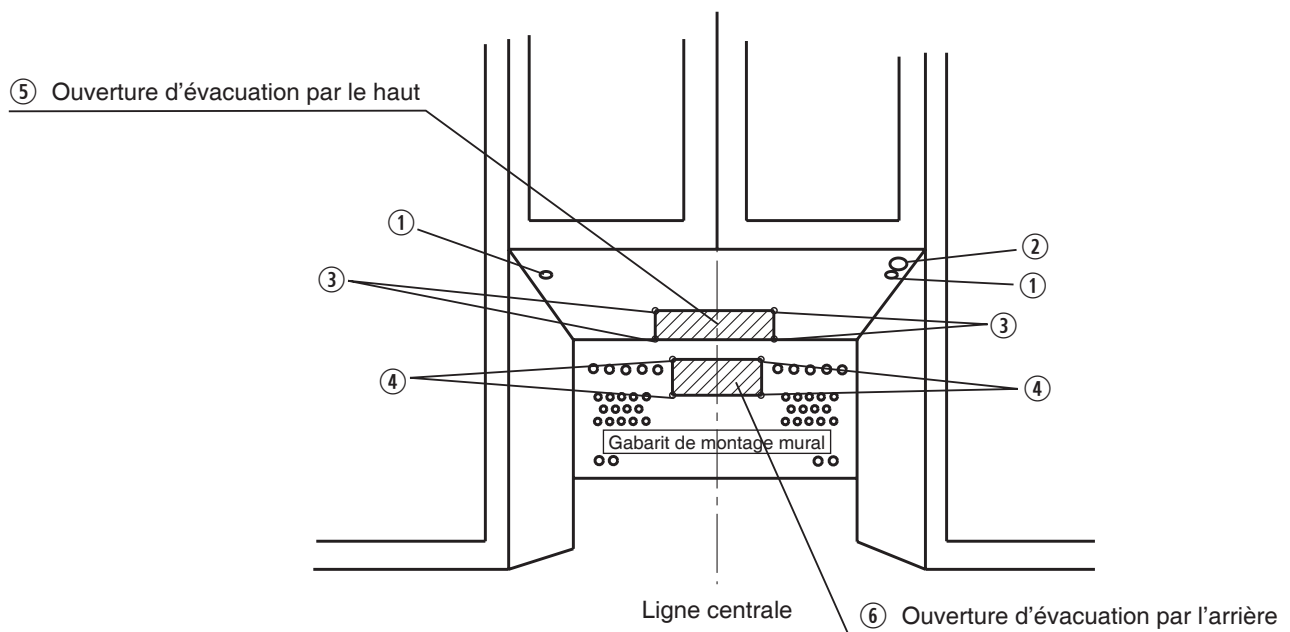

Fig. 2-1
- 2-1. Tracer une ligne centrale sur le mur et sur l'armoire. (Fig. 2-1)
- 3-1 Percer 3 trous de positionnement au centre des points n° ① et n° ② (à la Fig. 2-1).
Dans une installation avec évacuation par le haut, il faut percer 4 autres trous de positionnement (n° ③ à la Fig. 2-1).
Dans une installation avec évacuation par l'arrière, il faut percer 4 autres trous de positionnement (n° ④ à la Fig. 2-1).
- 3-3 Percer deux trous de 38 mm (1/2 po) dans les trous de positionnement n° ①. Percer un trou de 3,2 cm (1 3/16 po) dans les trous de positionnement n° ② pour le cordon d'alimentation.
- 3-4 Dans une installation avec évacuation par le haut, il faut couper l'ouverture d'évacuation par le haut (n° ⑤ à la Fig. 2-1).
Dans une installation avec évacuation par l'arrière, il faut couper l'ouverture d'évacuation par l'arrière (n° ⑥ à la Fig. 2-1).
**Nota:** Avec une évacuation par l'arrière, il faut préparer une ouverture d'évacuation sur le mur arrière pour la conduite arrière et l'adaptateur d'évacuation doit être installé sur le support (pièce de fixation n° ⑥) à l'aide de deux vis (pièce de fixation n° ⑤) (Fig. 2-1).
4. Faire passer le cordon d'alimentation dans le trou dans l'armoire (n° ② à la Fig. 2-1).